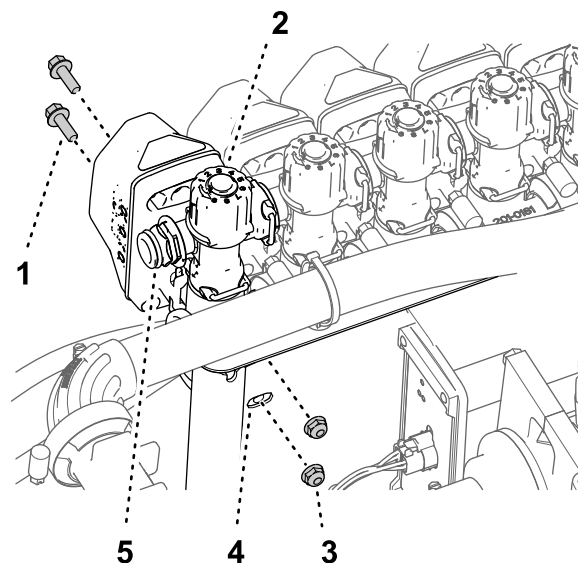
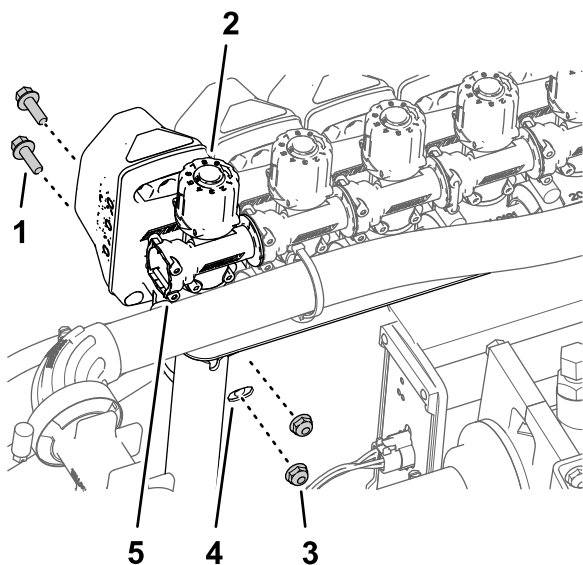

Figura 106
Figura 107
- Montate la valvola dell'ugello 10 sul supporto della valvola (Figura 106 o Figura 107) con i 2 bulloni a testa flangiata ($\frac{1}{4}$ " x $\frac{3}{4}$ "") e i 2 dadi di bloccaggio ($\frac{1}{4}$ "") che avete rimosso al passaggio 2 di Rimozione delle valvole di sezione dal supporto del collettore (pagina 35).